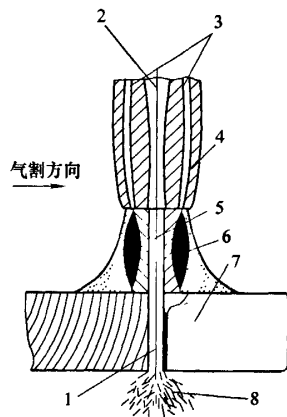

图1 气割过程
(1) 氧乙炔切割时,应将金属局部待切割处预热到燃烧温度(碳钢约在 $1100 \sim 1150^{\circ}\text{C}$ )。
(2) 向加热到燃点的被切割金属打开切割高压氧,使金属剧烈燃烧(氧化)。
(3) 金属燃烧后生成熔渣和热量,熔渣被切割高压氧气流吹走,而燃烧产生的热量和氧乙炔火焰的热量混杂在一起,又将下一金属预热到燃点。这样的过程一直持续下去,直到将金属割穿进入正常切割为止。
(4) 移动割炬可得到各种形式的割缝,氧乙炔火焰切割过程如图1所示。